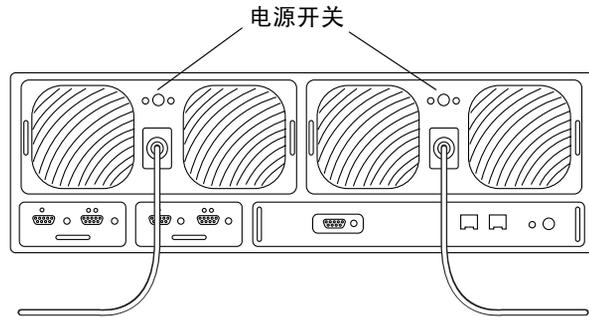

图 14-5 连接电源和冷却装置的电源线
不同的电源线分别用于每个电源和冷却装置的连接，以提供冗余接线。电源线需连接到备用交流电源，以保证完全冗余（请参见图 14-5）。
1. 按下电源开关，切断电源和冷却装置的电源（图 14-5）。
3. 挤压电源和冷却装置连接器两侧并将其拔出，从而断开电源和冷却装置的电源线（图 14-5）。